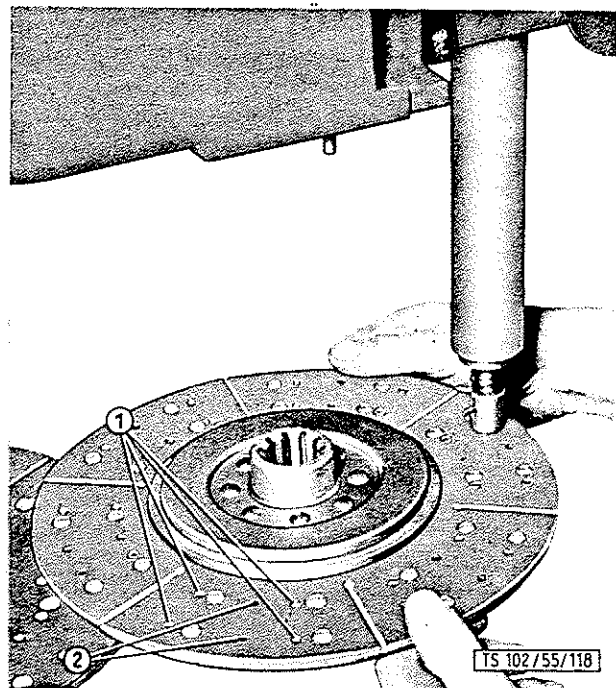

BILD 103 Aufnieten des 2. Kupplungsbelages auf die Kupplungsscheibe
3. Den zweiten Kupplungsbelag direkt mit der Kupplungsscheibe zusammennieten (Bild 103). Die Nietköpfe kommen nach außen und werden immer, je zwei gegenüberliegend, vernietet.